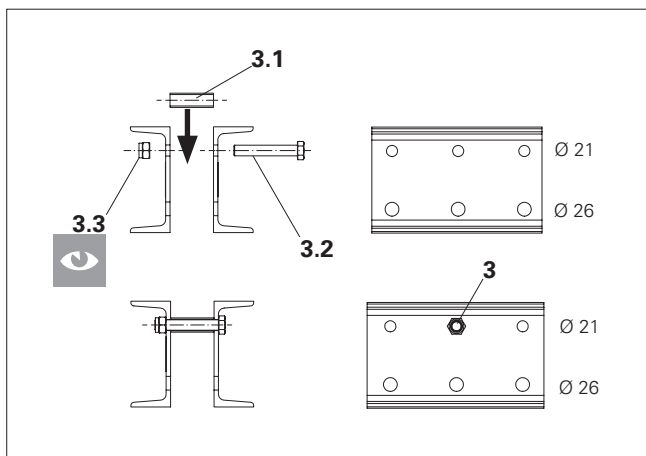

Fig. C2.06
1. Posizionare il tubo distanziatore $\text{Ø } 26$ (3.1) del distanziatore M20 (3) nella guida di ripresa RCS utilizzando un martello.
3. Fissare il dado autobloccante M20-8 (3.3) (AF 30) al bullone ISO e serrare. Coppia di serraggio min. 100 Nm. (Fig. C2.06)
(Fig. C2.06)